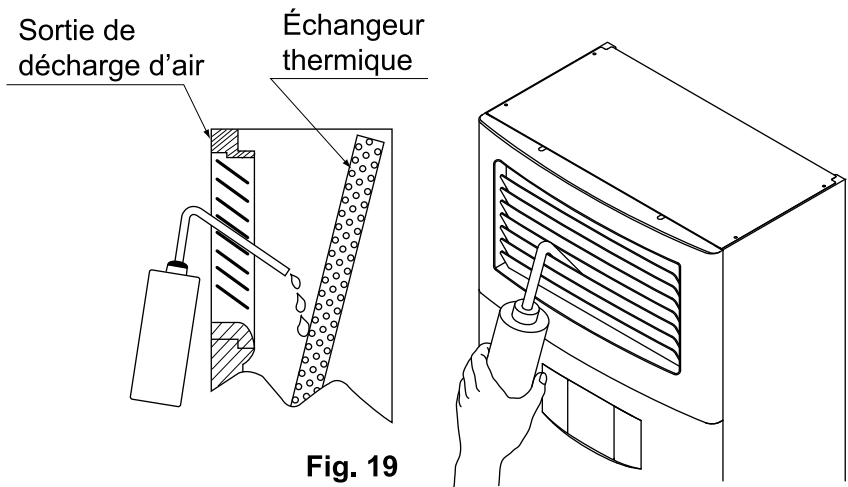

Fig. 19
- Versez soigneusement environ 1 litre d'eau dans la sortie d'air de façon à ce qu'elle tombe directement sur l'échangeur de chaleur à un angle qui ne provoque pas d'éclaboussures. **(reportez-vous à la fig. 19).**